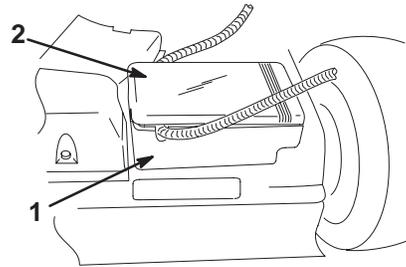

Figure 7
1. Enlevez le couvercle du compartiment de la batterie (Fig. 7).